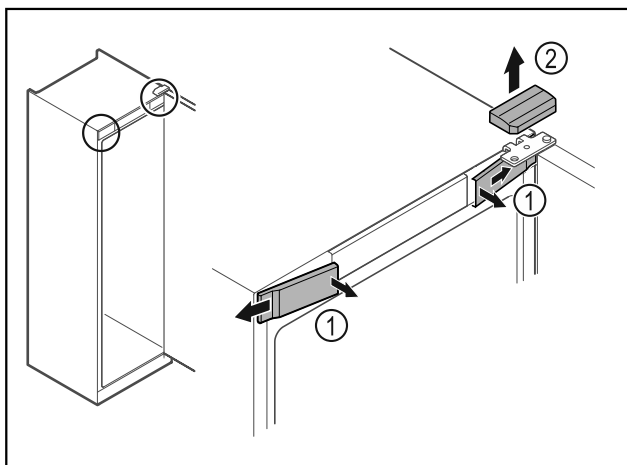

Fig. 8 *
- Deblocaţi apărătorile frontale din interior Fig. 8 (1) şi detaşaţi-le în lateral.*
- Scoateţi în sus Fig. 8 (2) apărătoarea.*